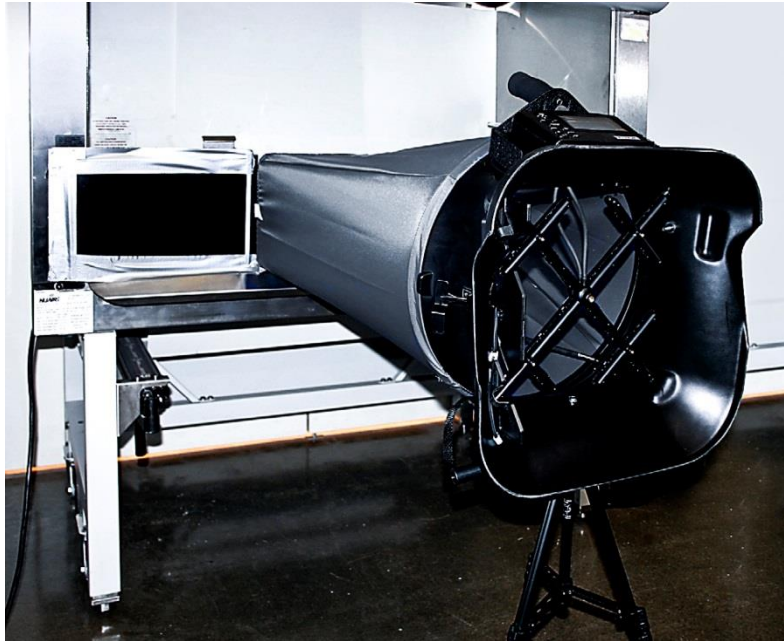

Abbildung 28: Anpassung von Höhe und Position des Teleskopständers
5. Passen Sie die Höhe und Position des Stativs so an, dass der untere Teil des Haubenrahmens an der Öffnung der Werkbank liegt und sich die Messhaube horizontal zur Werkbank befindet (siehe Abbildung 28).